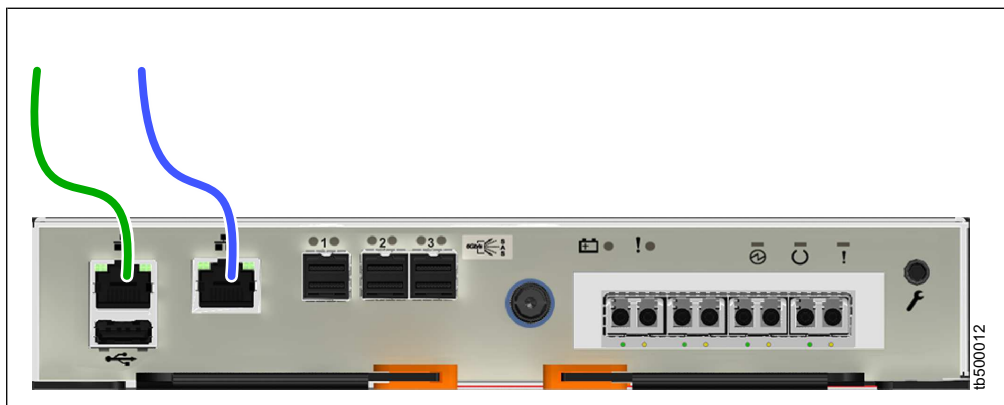

图 126. 将以太网电缆连接到 Storwize V5020 系统
- a. 识别系统上以太网端口的位置和功能；请参阅图 125 和 第 140 页的图 126。
第 140 页的图 126 显示 Storwize V5020 系统背面的以太网连线 and 端口。
- c. (可选) 将系统中每个节点容器的以太网端口 2 连接到第二个 IP 地址，如第 139 页的图 125 和图 126 中的蓝色电缆连接所示。此第二个端口可用于为系统管理接口提供冗余连接；它还可通过网络上的主机用于系统的 iSCSI 连接。